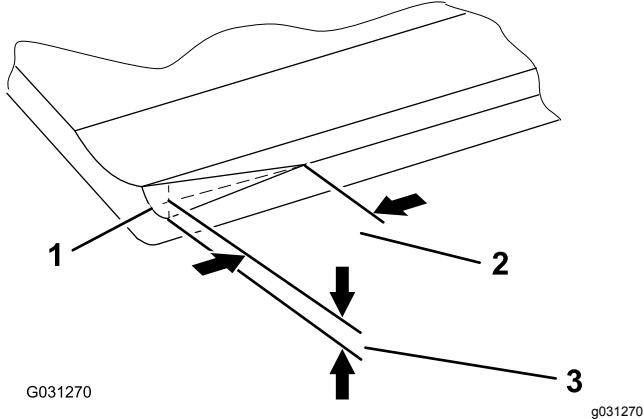

Figure 17
**Remarque:** Avec le temps, vous devrez rectifier le chanfrein (Figure 17) car il n'est conçu pour durer que 40 % de la vie de la contre-lame.